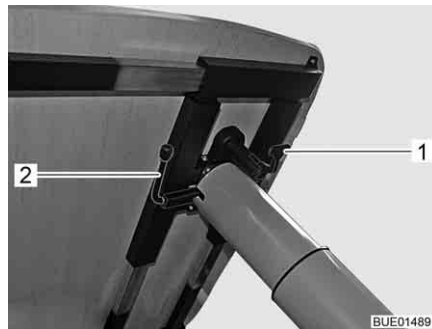

Fig. 107 Ajuste de la mesa elevadora
- Plegar hacia abajo la palanca de bloqueo (Fig. 107,1).
- Girar la palanca (Fig. 107,2) debajo del tablero de la mesa 180° en sentido contrario a las agujas del reloj. El mecanismo de elevación en la pata de mesa se desbloquea.
- Girar la palanca (Fig. 107,2) debajo del tablero de la mesa 180° en sentido contrario a las agujas del reloj. El tablero de la mesa se desplaza automáticamente hacia arriba hasta el tope final.